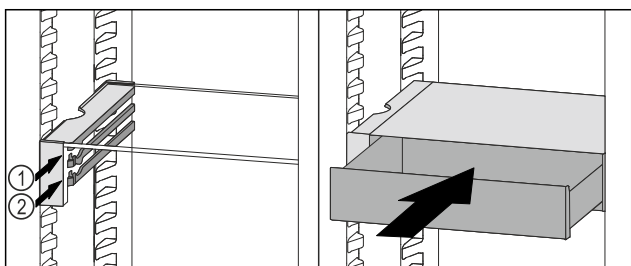

Fig. 203
- ▶ Nasadte zásuvku VarioSafe za zářátky na požadovaném žebro (Fig. 203 (1) nebo Fig. 203 (2)).